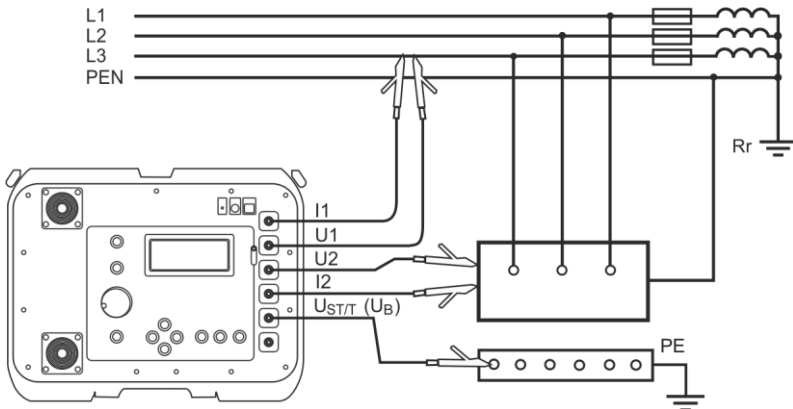
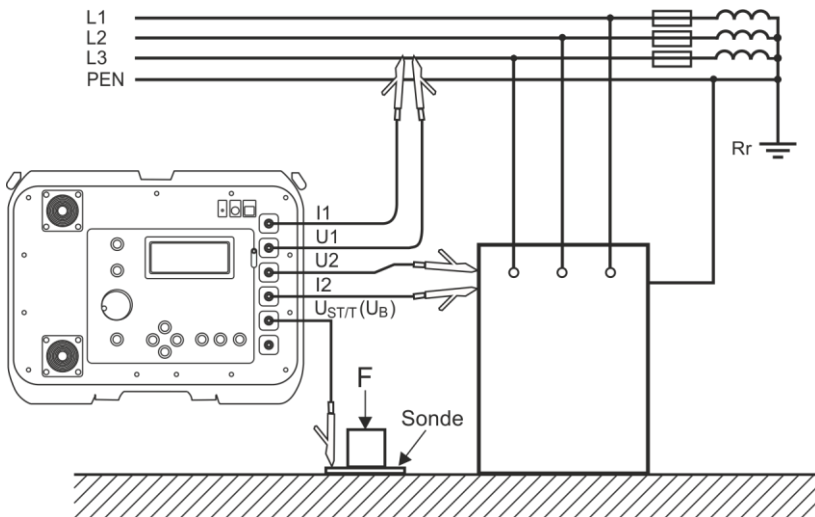

Abb. 14 Messen der Berührungsspannung U_{ST}
Abb. 15 Messen der Berührungsschlagspannung U_T
- Verbinden Sie die Messleitungen gemäß Abb. 14 oder Abb. 15:
Die Messung der Berührungsschlagspannung nach Einbezug eines internen Widerstandes von 1 k Ω zwischen den Anschlüssen U_2 und $U_{ST/T}$ (U_B) durchgeführt. Dieser simuliert den Widerstand des menschlichen Körpers, während der Anschluss $U_{ST/T}$ (U_B) die menschliche Verbindung zur Erde (Abb. 15) darstellt. Die Eigenschaften des Widerstandes und die entsprechende Last sind durch die relevanten Normen festgelegt.